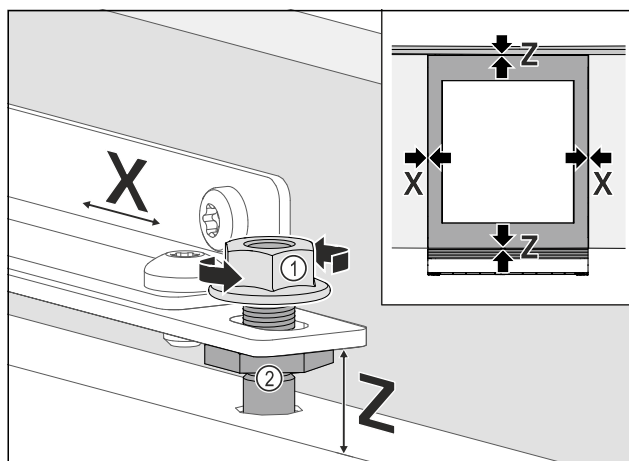

Fig. 102
- Выравнивание бокового положения мебельной двери: отпустите контргайку Fig. 102 (1), сдвиньте мебельную дверь в направлении X.
- Затяните контргайки Fig. 102 (1).
- Выровняйте мебельную дверь по высоте Z и боковому наклону: Отрегулируйте регулировочные болты Fig. 102 (2).